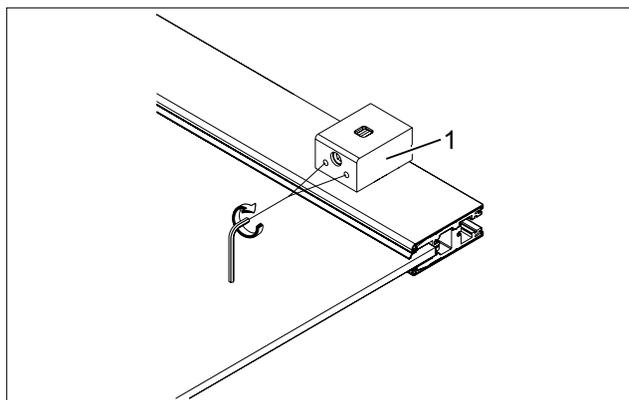

Abb. 13 Feststeller-Unterteil montieren
3. Feststeller-Unterteil (Abb. 13/1) auf Adapter aufsetzen und verschrauben.